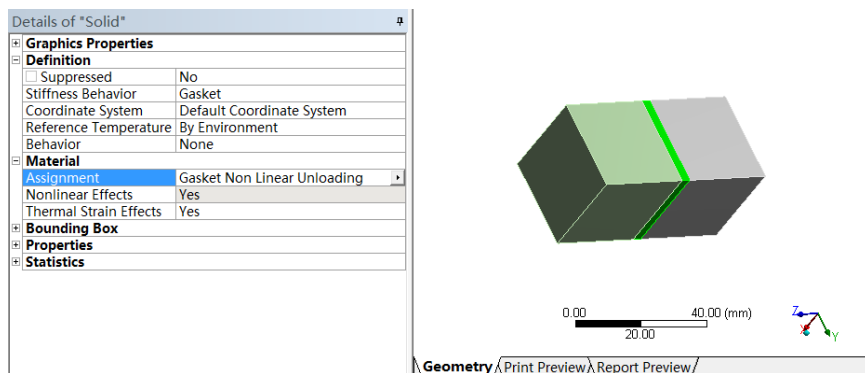

图 17-10 设置垫片材料和垫片行为
3) 单击参数列表中的“Material”选项下“Assignment”黄色区域后的 ▾，会出现设置的 材料，选择“Gasket Non Linear Unloading”即可将其添加到模型中。此时树结构图 “Geometry”前的?变为✓，表示材料已经添加成功。然后将“Stiffness Behavior”设置为 “Gasket”，如图 17-10 所示。